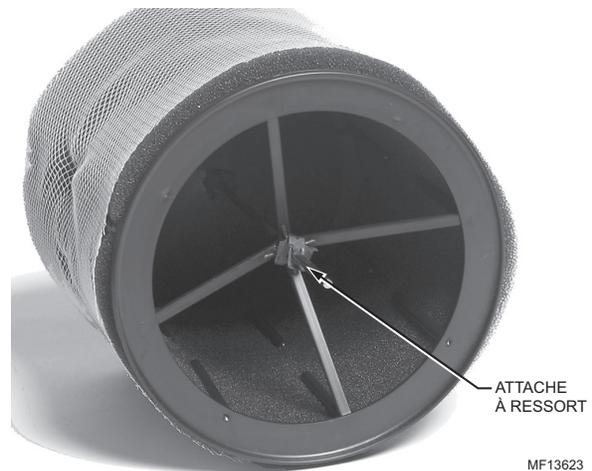

Fig. 19. Installation de l'extrémité ouverte du tambour.
4. Glisser l'extrémité ouverte du tambour sur l'arbre, les tiges rondes à l'intérieur du tampon de l'humidificateur. Voir la figure 19.